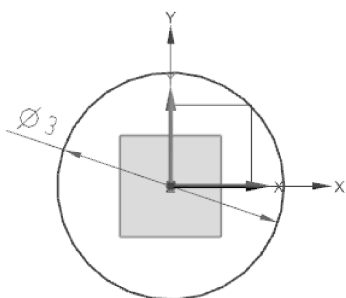

图 3-66 绘制草图
- 04 在草图环境图形区中绘制如图 3-66 所示的草图，完成后单击【草图生成器】面板中【完成】按钮，退出草图环境。